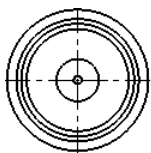

图 7-38 创建模型视图和投影视图
STEP ② 保持系统默认设置,在图纸绘制区中单击,创建一“前视”的标准视图和左视的投影视图,如图 7-38 所示。